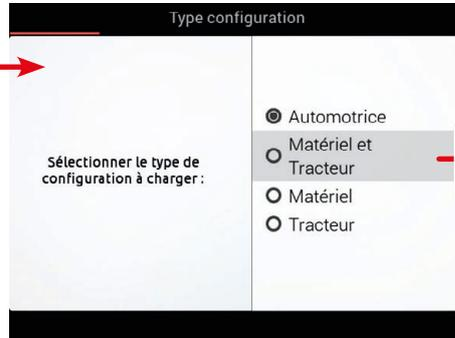

Fig. 49
- 2 Suivant l'exemple de Fig. 49 sélectionnez le type de configuration à charger et appuyez sur **OK**.